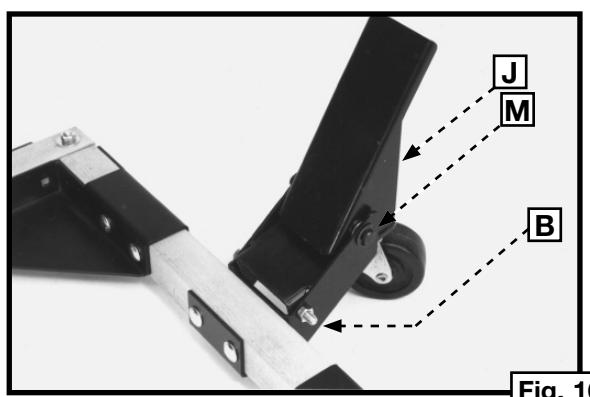

Fig. 16
REMARQUE: Positionner les rondelles plates (M) fig. 15, entre le support pivotant (B) et la pédale (J) fig. 16..